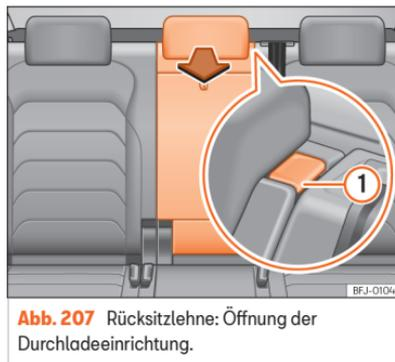

Abb. 207 Rücksitzelehne: Öffnung der Durchladeeinrichtung.
- Entriegelungstaste >>> [Abb. 207] ① drücken und Deckel der Durchladevorrichtung nach vorn klappen >>> ⚠️.